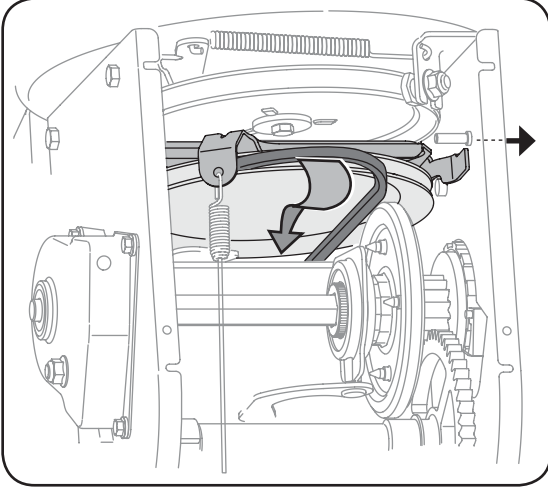

Figure 6-10
5. Dégagez la courroie de transmission de la poulie et de l'espace entre la roue de frottement et le disque de la roue de frottement. Voir la Figure 6-10.
6. Dégagez la courroie de transmission de la poulie et de l'espace entre la roue de frottement et le disque d'entraînement. Voir la Figure 6-10.